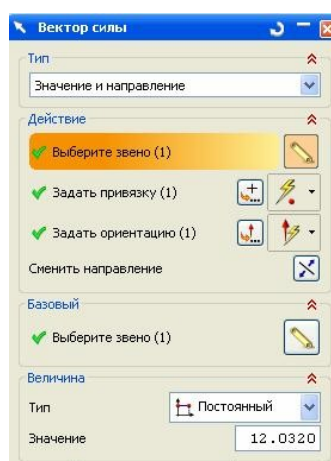

Рис.47
• Как уже говорилось выше, это внешнее воздействие отличается от *скалярной* силы только способом указания. Сравните диалоговое окно *векторной* силы (рис.47) с диалоговым окном *скалярной* силы (рис.36).